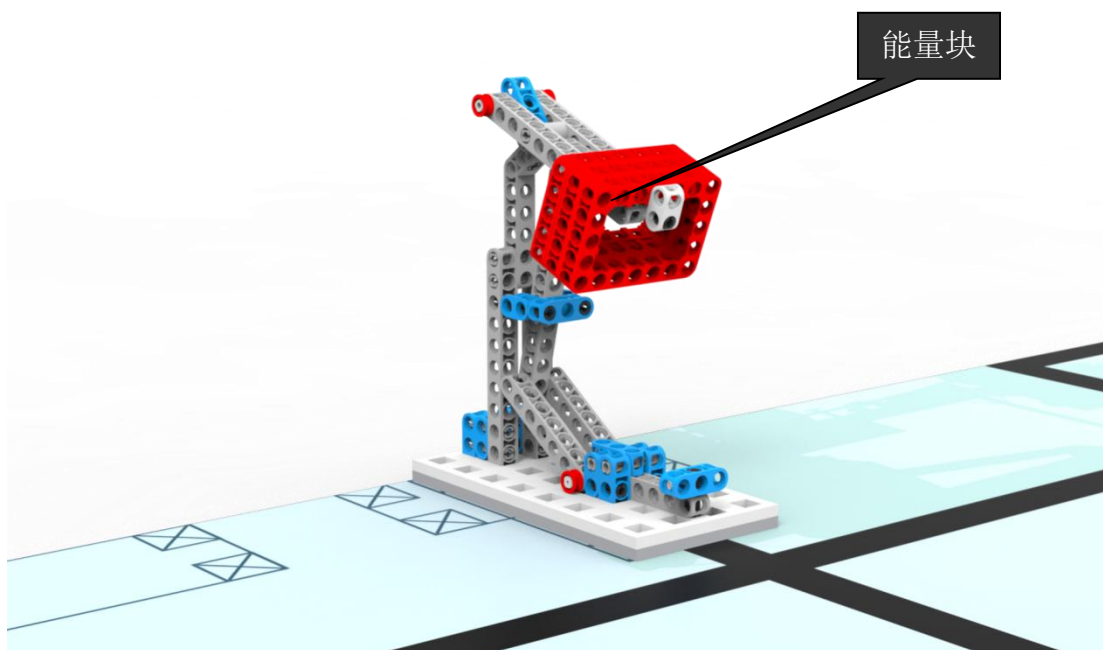

图2 任务模型上的能量块
2.2.1 在一层场地任务模型上放有3个能量块，如图2所示。